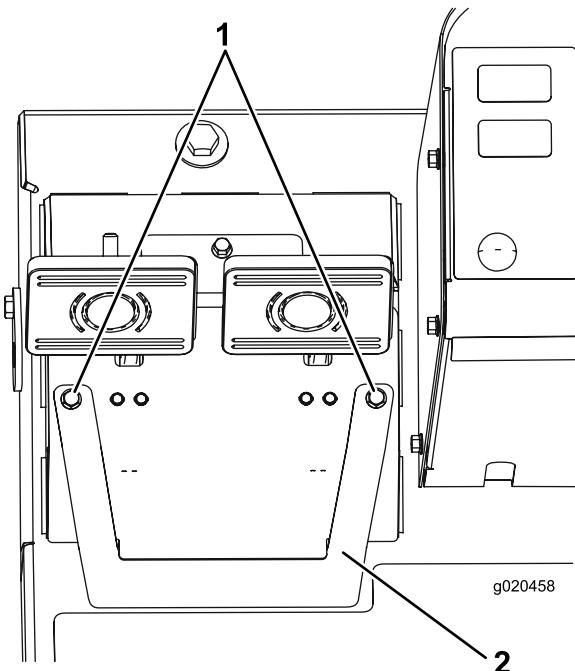

Рисунок 69
- A. Ослабьте 2 крепежных винта и снимите крышку регулировки тормоза (Рисунок 69).